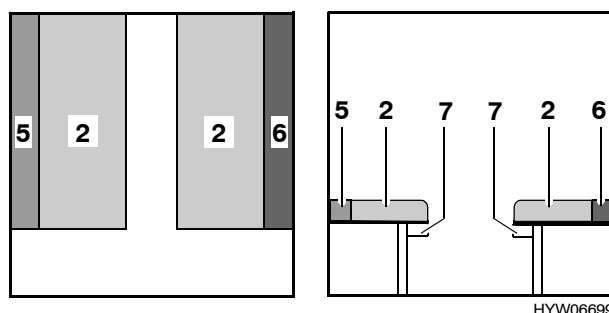

Fig. 42 Dopo la trasformazione
- Piazzare i cuscini dello schienale (Fig. 42,5 e 6) tra i cuscini del divano (Fig. 42,2) e la parete esterna.